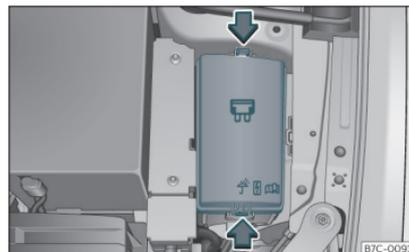

Fig. 47 Nel vano motore: coperchio della scatola dei fusibili.
- Premere le linguette di blocco per sbloccare il coperchio della scatola dei fusibili »» **fig. 47**.